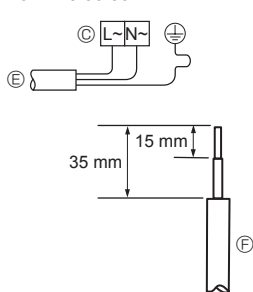
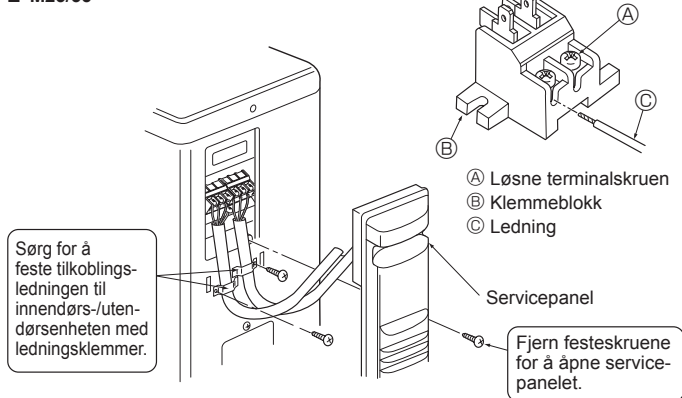
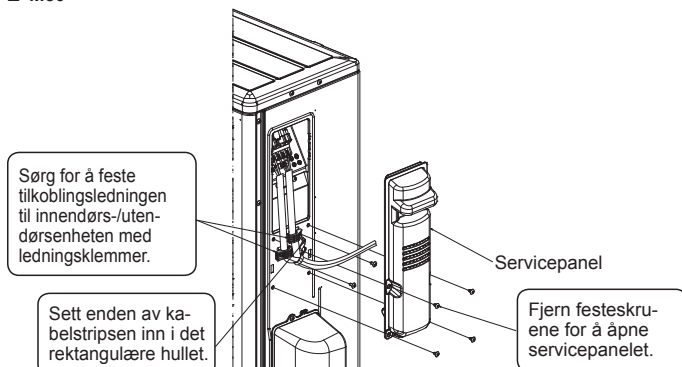

Fig. 6-2
Fig. 6-3
Fig. 6-4
6.1. Utendørsenhet (Fig. 6-1, Fig. 6-2, Fig. 6-3, Fig. 6-4)
- ① Fjern servicepanelet.
- ② Kople til kablene med henvisning til Fig. 6-1, Fig. 6-2, Fig. 6-3 og Fig. 6-4.
- Utfør kabling som vist i figuren nede til venstre. (Anskaff kabelen lokalt) (Fig. 6-2) Sørg for kun å bruke kabler med korrekt polaritet.